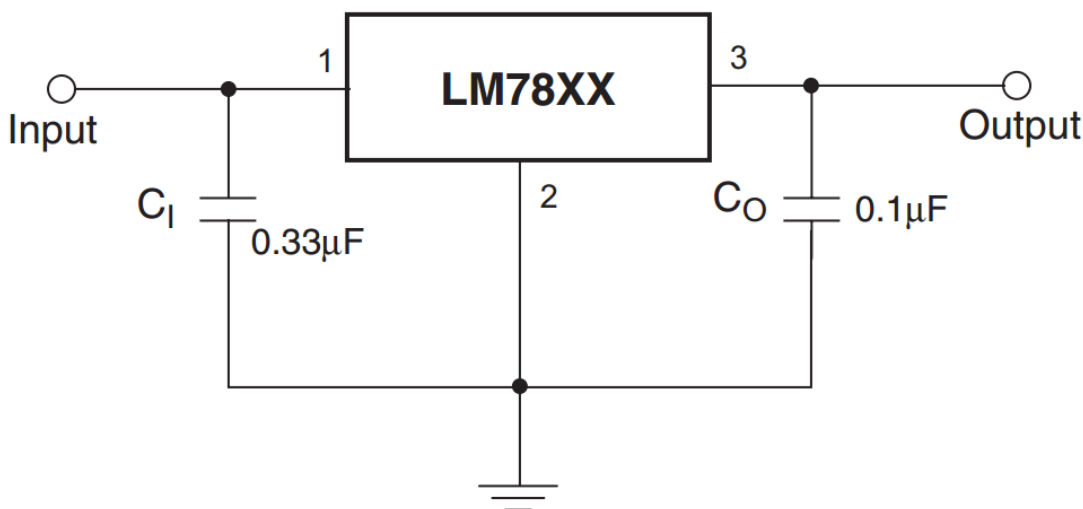

Рисунок 1. Типовое включение микросхемы L7805ACV (LM7805).
- Типовое включение микросхемы **L7805ACV (LM7805)** по спецификации производителя представлено на рис. 1. Сглаживающие фильтры $C_I = 0,33 \text{ мкФ}$, $C_O = 0,1 \text{ мкФ}$.